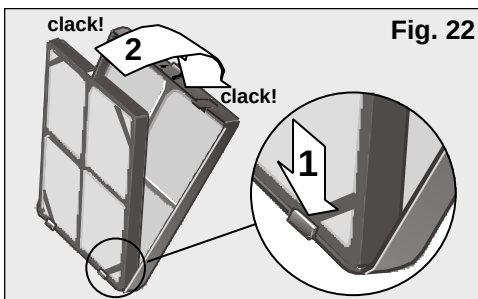

Fig. 22
- Introducir el filtro doble activo + posicionador en el filtro base como se muestra en la Fig. 22, teniendo en cuenta que en primer lugar deberá encajarlo en las patillas inferiores.